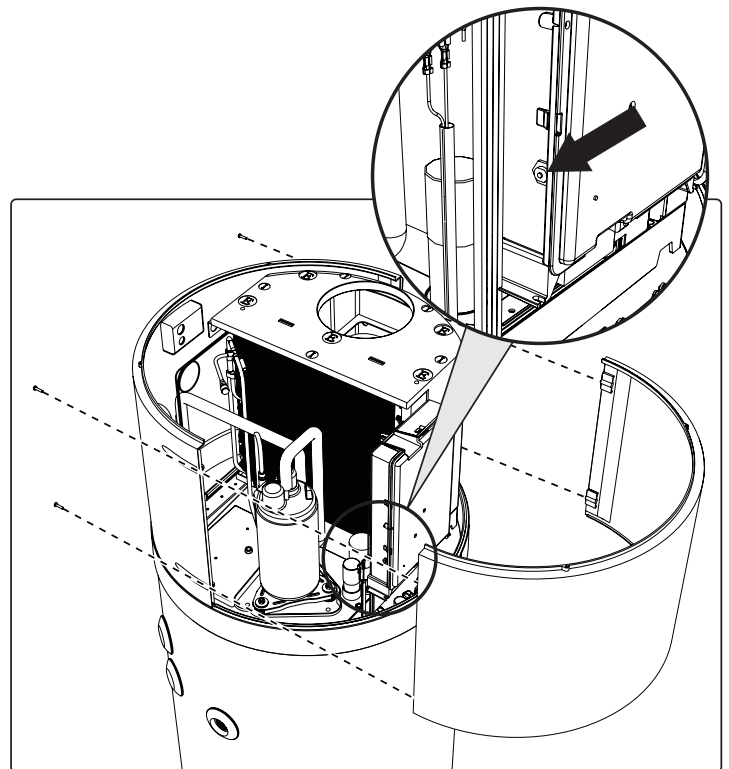

fig. 42- Desmontaje del panel frontal
- Quitar el panel frontal y restablecer manualmente el termostato de seguridad que se ha disparado (fig. 42). En caso de disparo, el perno central del termostato sobresale unos 2 mm.